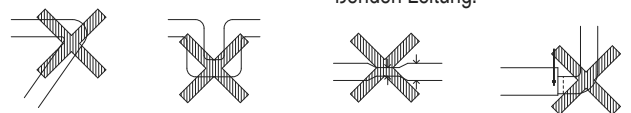

Abb. 15
- Verlegen Sie die Kanäle nicht wie in Abb. 15 dargestellt.